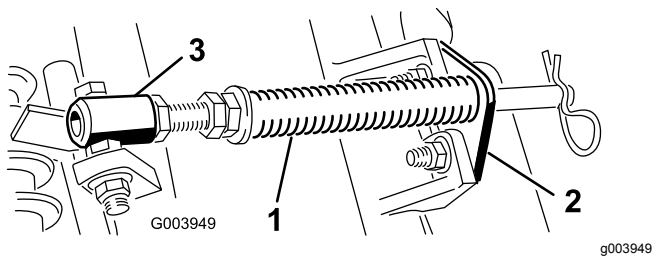

Bild 5
- A. Nehmen Sie die zwei Schlossschrauben und Muttern ab, mit denen die Stangenhalterung an den Nasen der Schneideinheit befestigt ist (Bild 5).
- B. Nehmen Sie die Bundmutter ab, mit denen die Schraube des Federrohrs an der Nase des Trägerrahmens befestigt ist (Bild 5). Nehmen Sie das ganze Teil ab.